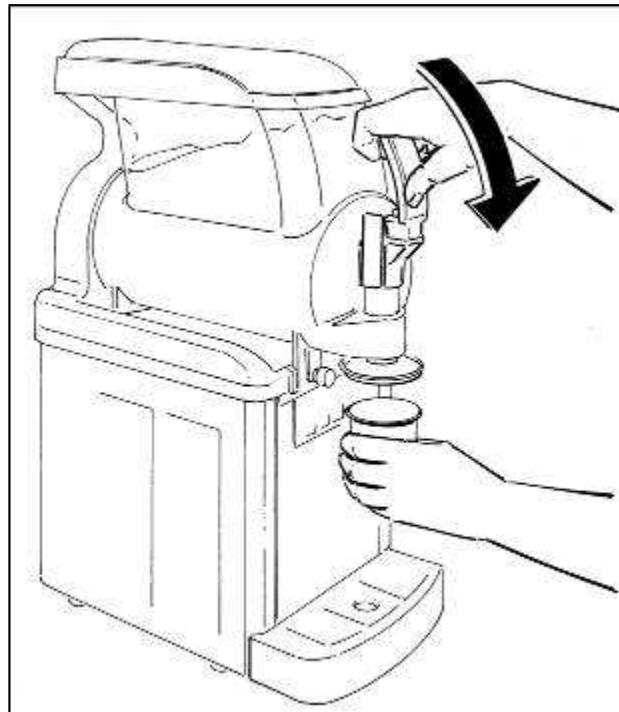

ABB. 11
- Wenn das Produkt seine gewünschte Konsistenz erreicht hat, einen Becher unter den Ausgabehahn halten und den Hebel wie in Abb.11 gezeigt nach unten ziehen.
GT1 und GT2 sind mit einer sternförmigen Garniertülle ausgestattet; halten Sie den Becher während der Ausgabe wie in Abb. 11 gezeigt darunter.